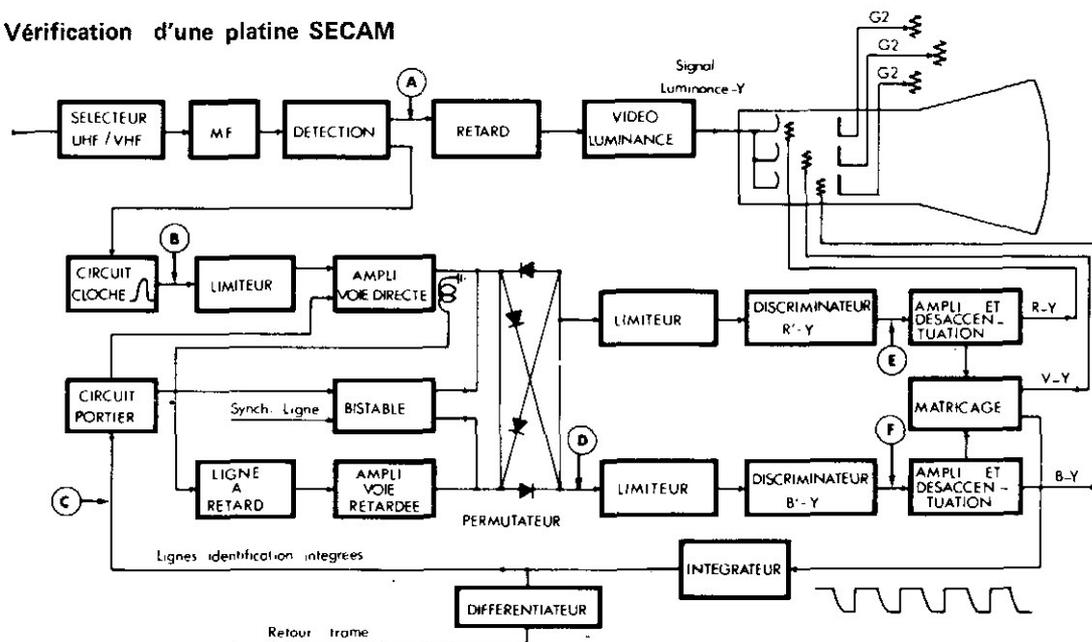

FIG. 2-3
La Figure 2-3 donne le schéma synoptique d'un téléviseur SECAM. A B C D E F sont des points de mesure. Pour obtenir un signal SECAM complet, placer les inverseurs (2) sur $\odot\odot$ et (12) sur IDENT.
Le signal de déclenchement du portier peut être observé en C (Figure 2-3).
- La méthode sera plus précise. Selon le discriminateur à régler, brancher l'oscilloscope en sortie du discriminateur (points E ou F Figure 2-3). Mettre (2) sur ● ○. Par cette action, on supprime la sous-porteuse pendant l'escalier et le pavé de traînage.